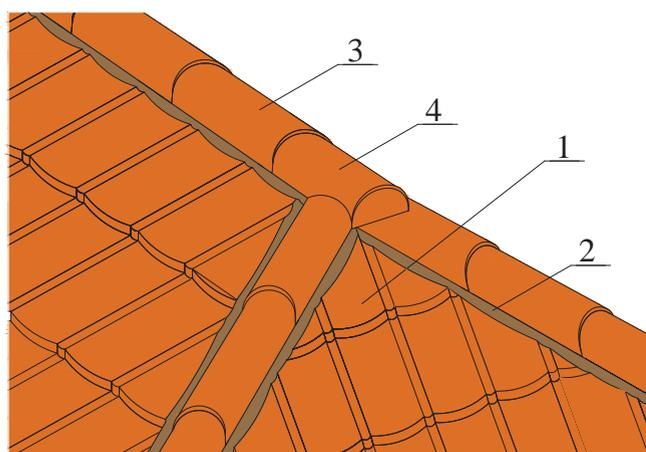

**Рис. 20**
4.7.3. Монтаж коньковых элементов на ребрах производится в той же последовательности, что и на коньке (сп. мп. 4.7.1-4.7.2). Первым устанавливают начальный элемент ребра с закрытым торцом. Коньковые элементы укладывают в замок и крепят механически к брусу ребра (см. рис.20).